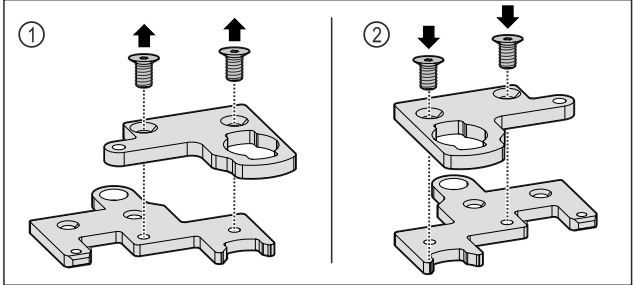

Fig. 35
▶ 拆开两件式合页角铁。 Fig. 35 (1)
▶ 将两件式合页角铁转动 180° 后重新组装在一起。 Fig. 35 (2)